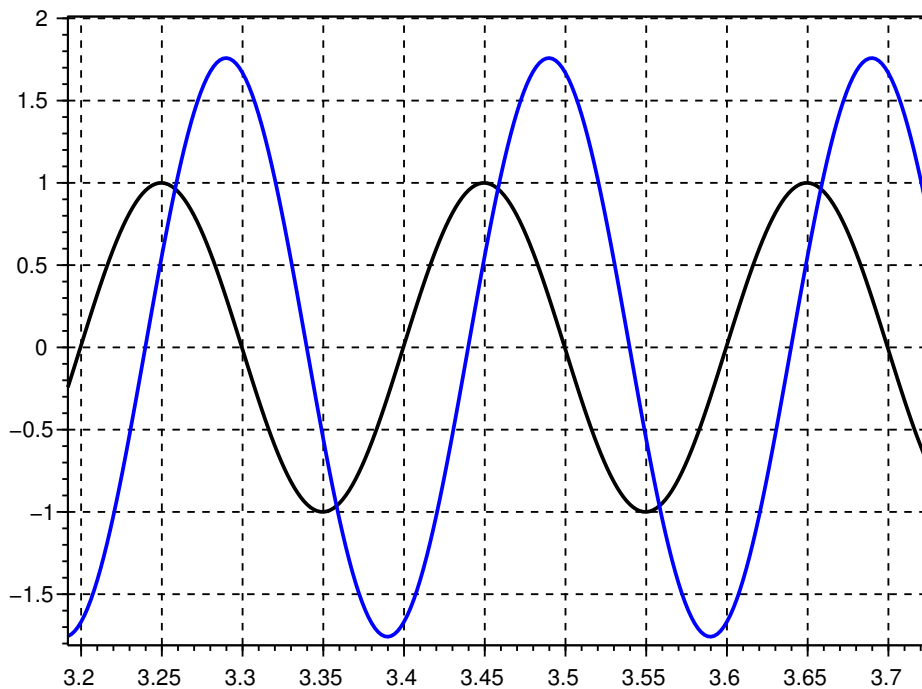

FIGURE 1 – Les courbes temporelles d'entrée et de sortie
Un servomécanisme inconnu est sollicité en régime permanent. Les courbes temporelles de l'entrée et de la sortie sont représentées sur la figure 1 ci-dessous.
- Q1** Sur la figure 1, déterminer la courbe image de l'entrée et la courbe image de la sortie.